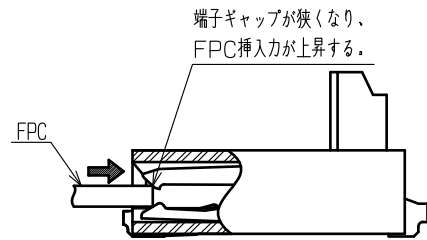

図1
- ・FPC未挿入状態でアクチュエータを閉じると、接点ギャップが狭くなります。そのため、FPC挿入力が上昇することがあります。（図1）